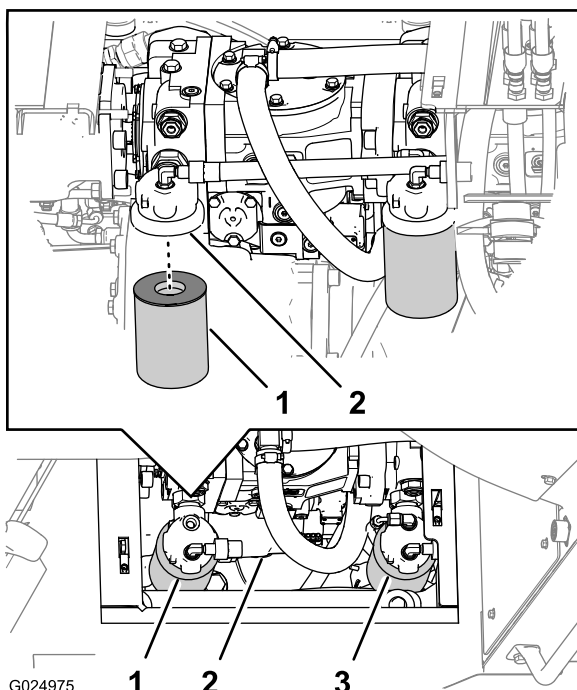

Figura 111
Nota: É possível acessar o filtro de carga hidráulica por baixo da parte direita da máquina, atrás do reservatório hidráulico (Figura 111).
2. Posicione um recipiente sob o filtro de carga hidráulica (Figura 111).
3. Gire o filtro de carga hidráulica no sentido anti-horário e remova o filtro (Figura 111).